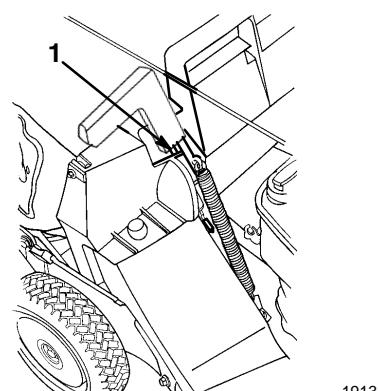

Abbildung 15
5. Den Griff der Auswurfkanaltür nach vorne ziehen und zurückziehen, bis der Stift im Korbschlitz einrastet (Abb. 15).